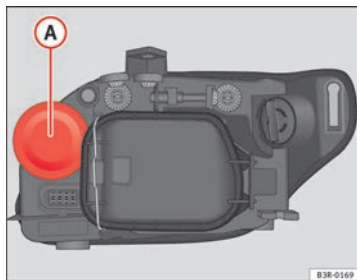

Abb. 192 Fernlicht
- Ziehen Sie die Gummikappe **A** ⇒ Abb. 192 ab.